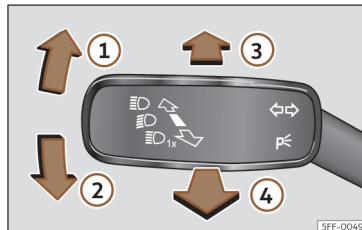

Fig. 105 Manípulo dos indicadores de direção e dos máximos (conforme versões).
- A partir da posição base, pressione para a frente o manípulo dos indicadores de direção e de máximos >>> **Fig. 105 ③**.
- **OU:** se o assistente de máximos estiver ligado, puxe para trás o manípulo dos indicadores de direção e de máximos >>> **Fig. 105 ④**.